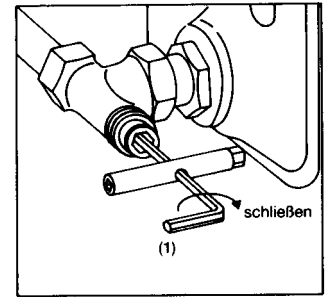

Bild 4
- 2.2 Перекрыть вентиль шестигранным ключом № 4 (1), поворачивая его вправо (рис. 4).